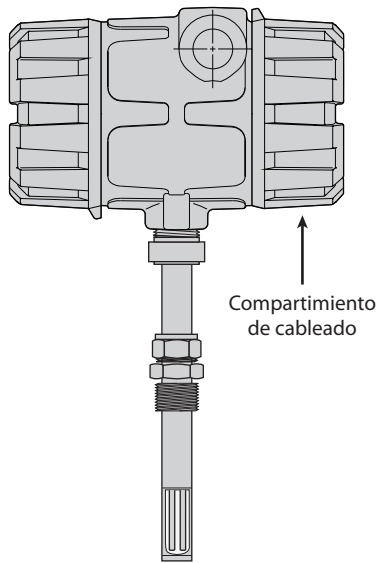

Figura 7
2. Afloje y retire la cubierta del compartimento de cableado. Vea la Figura 7.